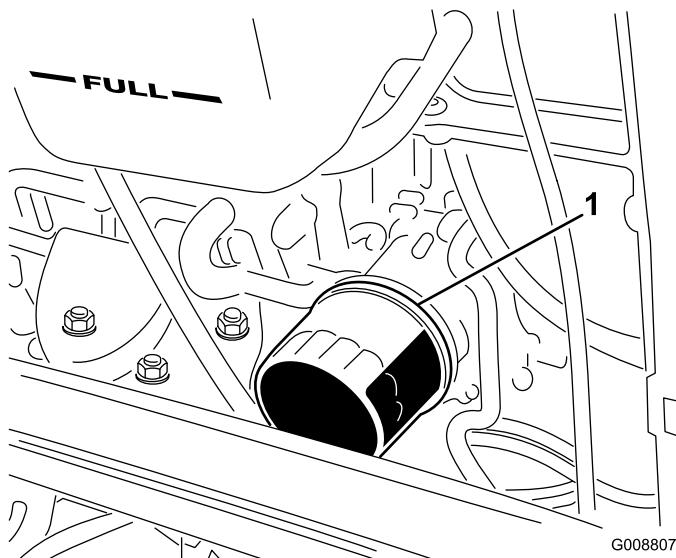

Figure 32
2. Déposez le filtre à huile (Figure 32). Appliquez une fine couche d'huile propre sur le joint du filtre de recharge avant de le visser en place. Ne serrez pas excessivement.